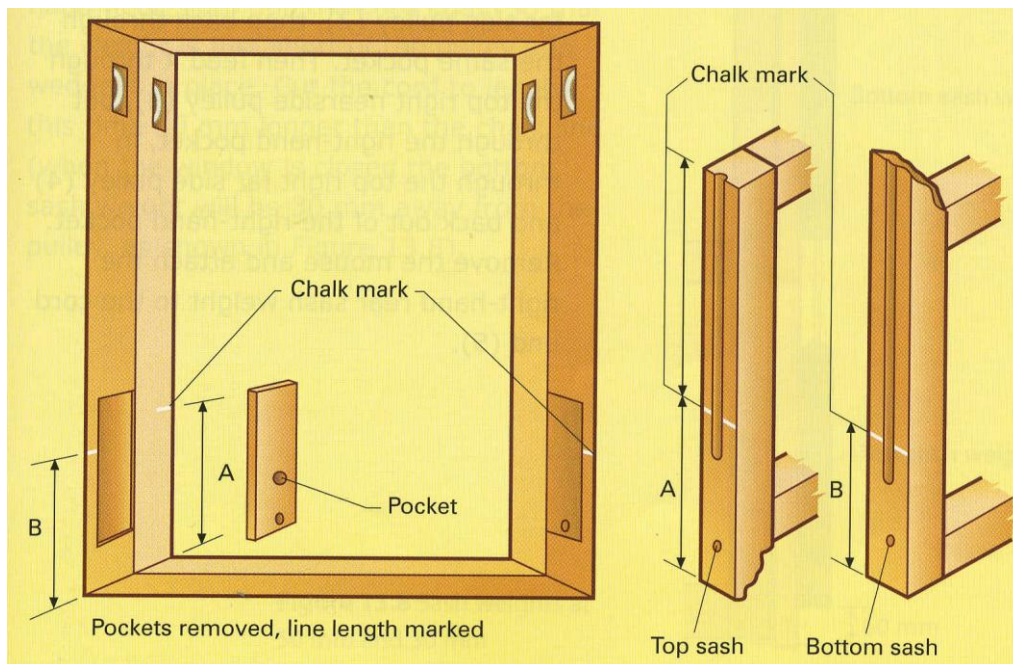

図13.4
**ステップ4** 窓枠の下部の所定の位置に上側サッシをスライドして、チョークを用いて、滑車縦棧 (pulley stiles) の上にサッシのコードの位置をマークする (図13.4の距離Aを参照)。同じ方法で下側サッシをマーク (距離B)。片側にサッシを置く。